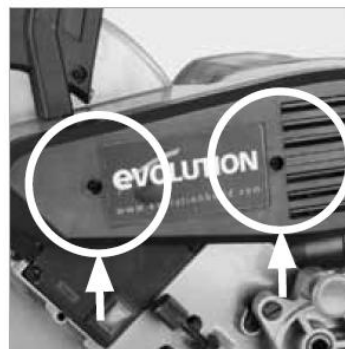

Fig. 46
- Для получения доступа к ременному редуктору пилы отвинтите два (2) винта с крестовой головкой, которые крепят крышку редуктора на месте. (Fig. 46)